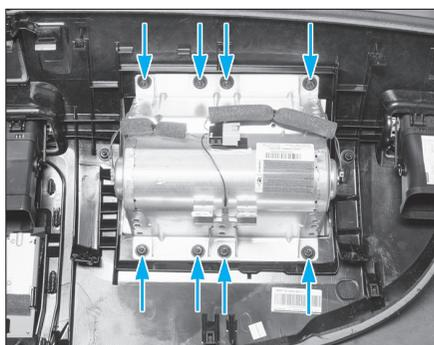

FIG. 7
- les 8 vis (Fig.7) de l'airbag passager latéral (SRS).